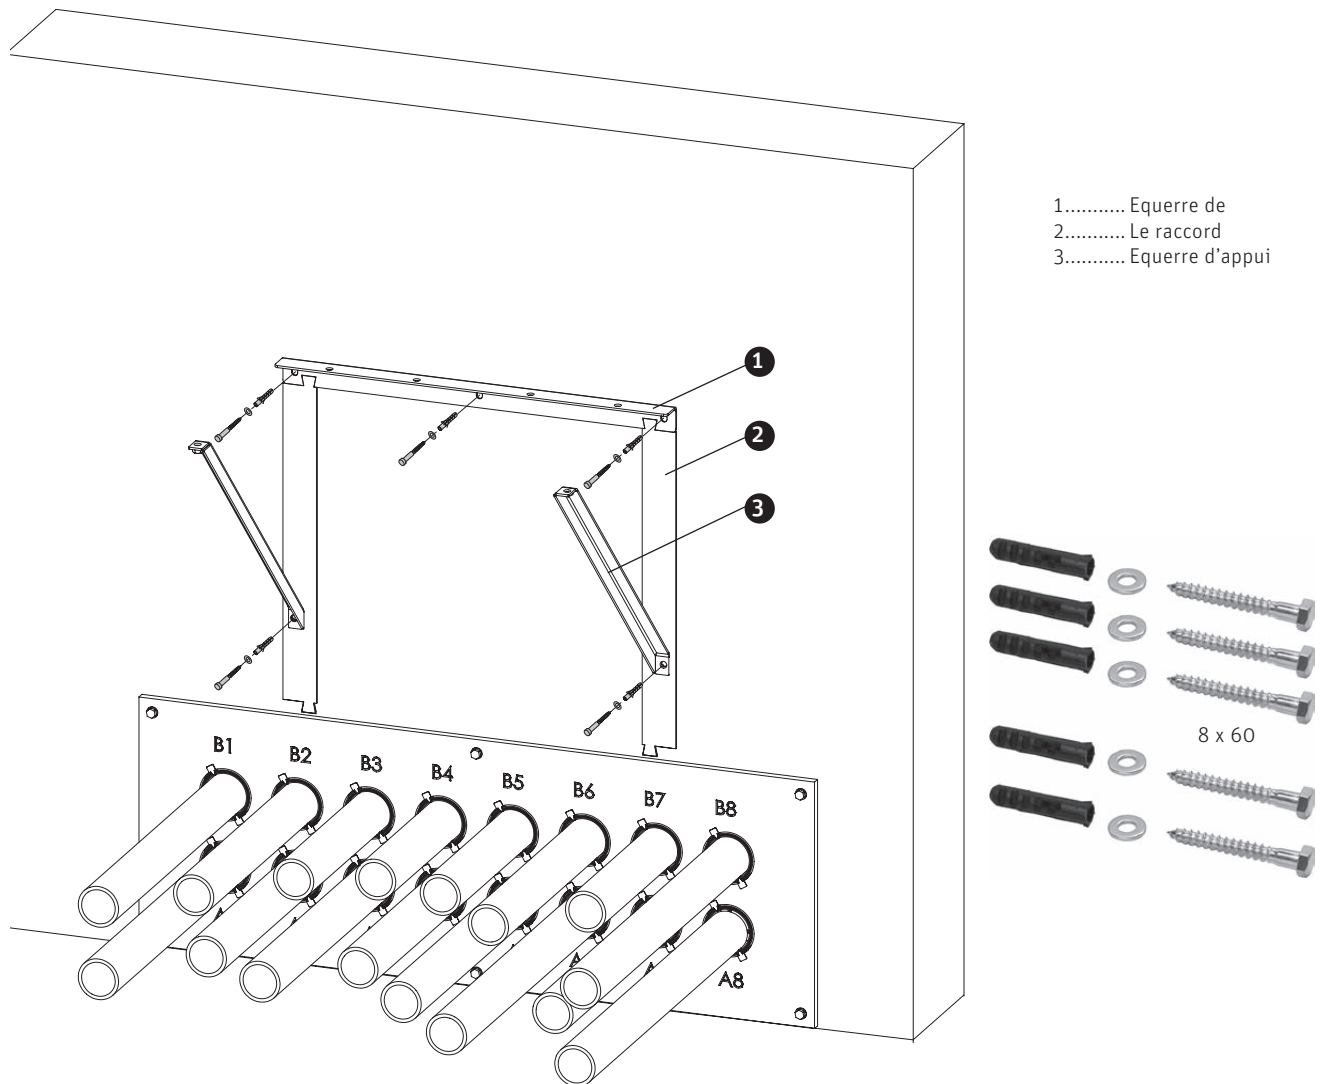

Fig. 45 Poser l'équerre de montage, le raccord et l'appui
- ▶ Poser l'équerre de montage, le raccord et l'appui avec des vis de réglage 8x60 et rondelles – Fig. 45.